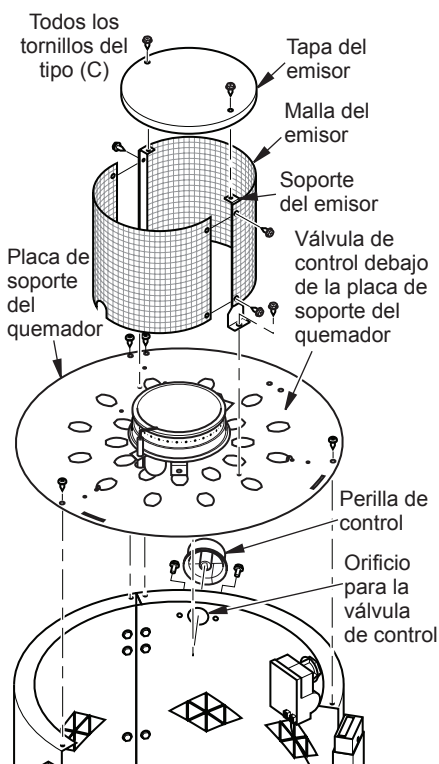

Figura 5 - Ensamblaje del emisor y fijación de la placa de soporte del quemador
7. Fije el soporte de la válvula de control al panel de control de la mesa con 2 tornillos (C). Fije la perilla de control a la válvula de control desde la parte exterior del calentador. Consulte la figura 5.
8. Fije la placa de soporte del quemador a los paneles con 4 tornillos (C) (consulte la figura 5).
9. Fije las mallas del emisor a los soportes del emisor con 4 tornillos (C), como se muestra en la figura 5.
10. Fije la tapa del emisor a los soportes del emisor con 2 tornillos (C), como se muestra en la figura 5.
11. Fije el conjunto de emisor a la placa de soporte del quemador con 2 tornillos (C) (consulte la figura 5).